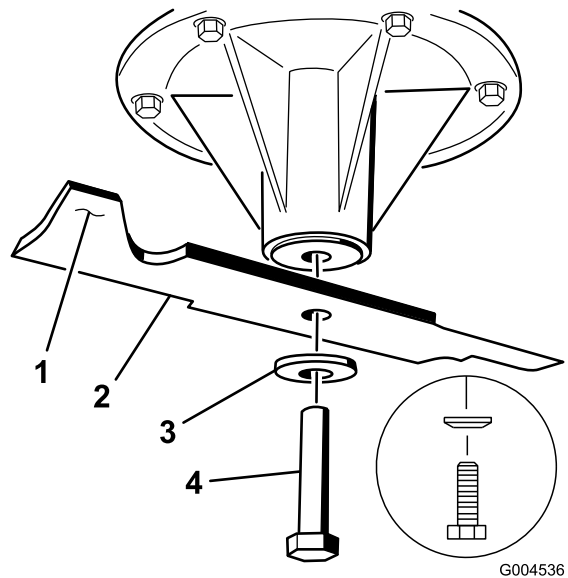

Figura 57
2. Para plataformas de corte de 48 pulgadas, retire el perno de la cuchilla, la arandela curva y la cuchilla del eje (Figura 57).
1. Instale la cuchilla en el eje (Figura 57).
Importante: La vela de la cuchilla debe apuntar hacia arriba y hacia el interior del cortacésped para asegurar un corte correcto (Figura 57).
2. En plataformas de corte de 48 pulgadas, instale la cuchilla, la arandela curva y el perno de la cuchilla (Figura 57).
3. Si la cuchilla se mantiene horizontal, está equilibrada y puede utilizarse. Si la cuchilla no está equilibrada, rebaje algo el metal en la parte de la vela solamente (Figura 57)